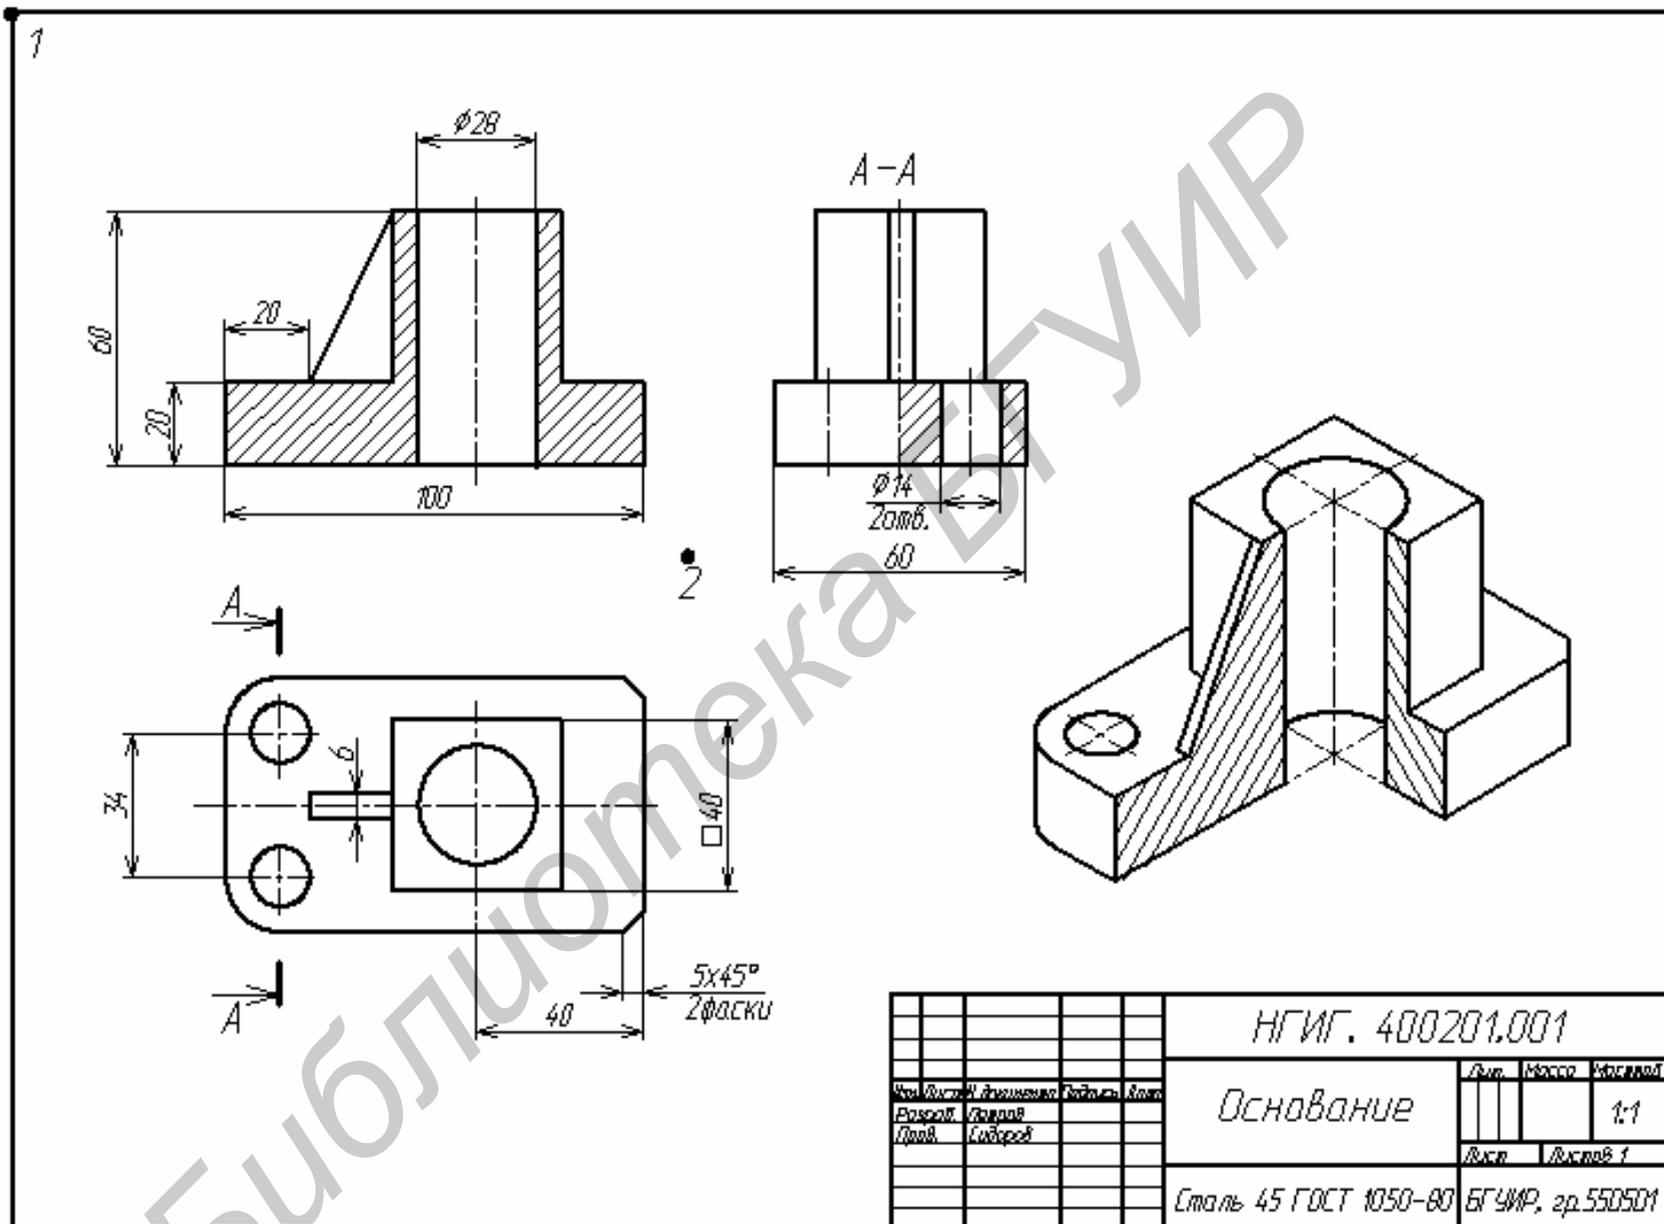

Рис.1 Пример оформления чертежа в AutoCAD
Сформировать на экране дисплея в среде AutoCAD чертеж, представленный на рис.1.
- выполнить чертеж, представленный на рис.1.
Ниже приводится рекомендуемая последовательность выполнения чертежа, представленного на рис.1.